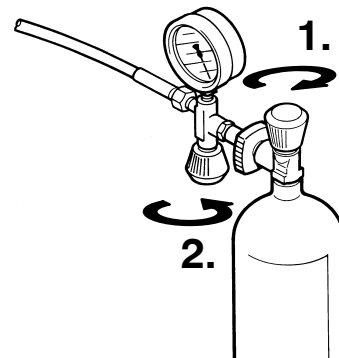

Fig. 15 Prelievo delle bombole per aria compressa
- Una volta raggiunta la pressione finale **chiudere prima il rubinetto della bombola (1, Fig. 15), e poi la valvola di riempimento (2).**